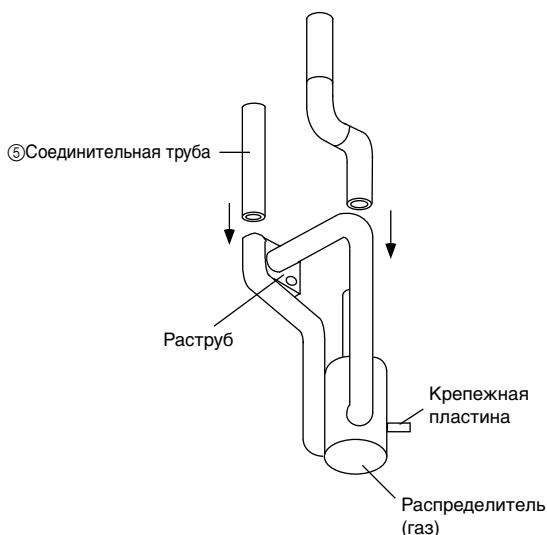

Рис. 5
- (3) Припаяйте соединительную трубу (⑤) и трубопровод, собранный на этапе (2), к распределителю (газ) извне прибора. Порядок сборки изображен на Рис. 5. При пайке трубопровода охлаждайте припаиваемый участок трубопровода на стороне распределителя при помощи увлажненной тряпки для предотвращения перегрева.